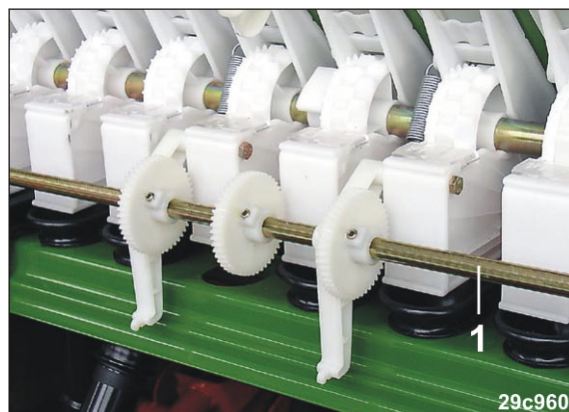

Fig. 122
3. Bajar el árbol intermedio (Fig. 122/1).